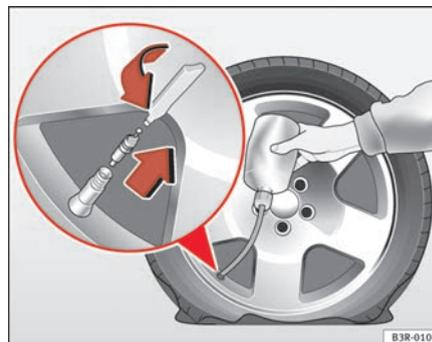

Fig. 195 Efectuar la reparación
- Retire la caperuza de la válvula del neumático y desenrosque el obús de la válvula con el útil que se suministra ⇒ página 270, fig. 195.